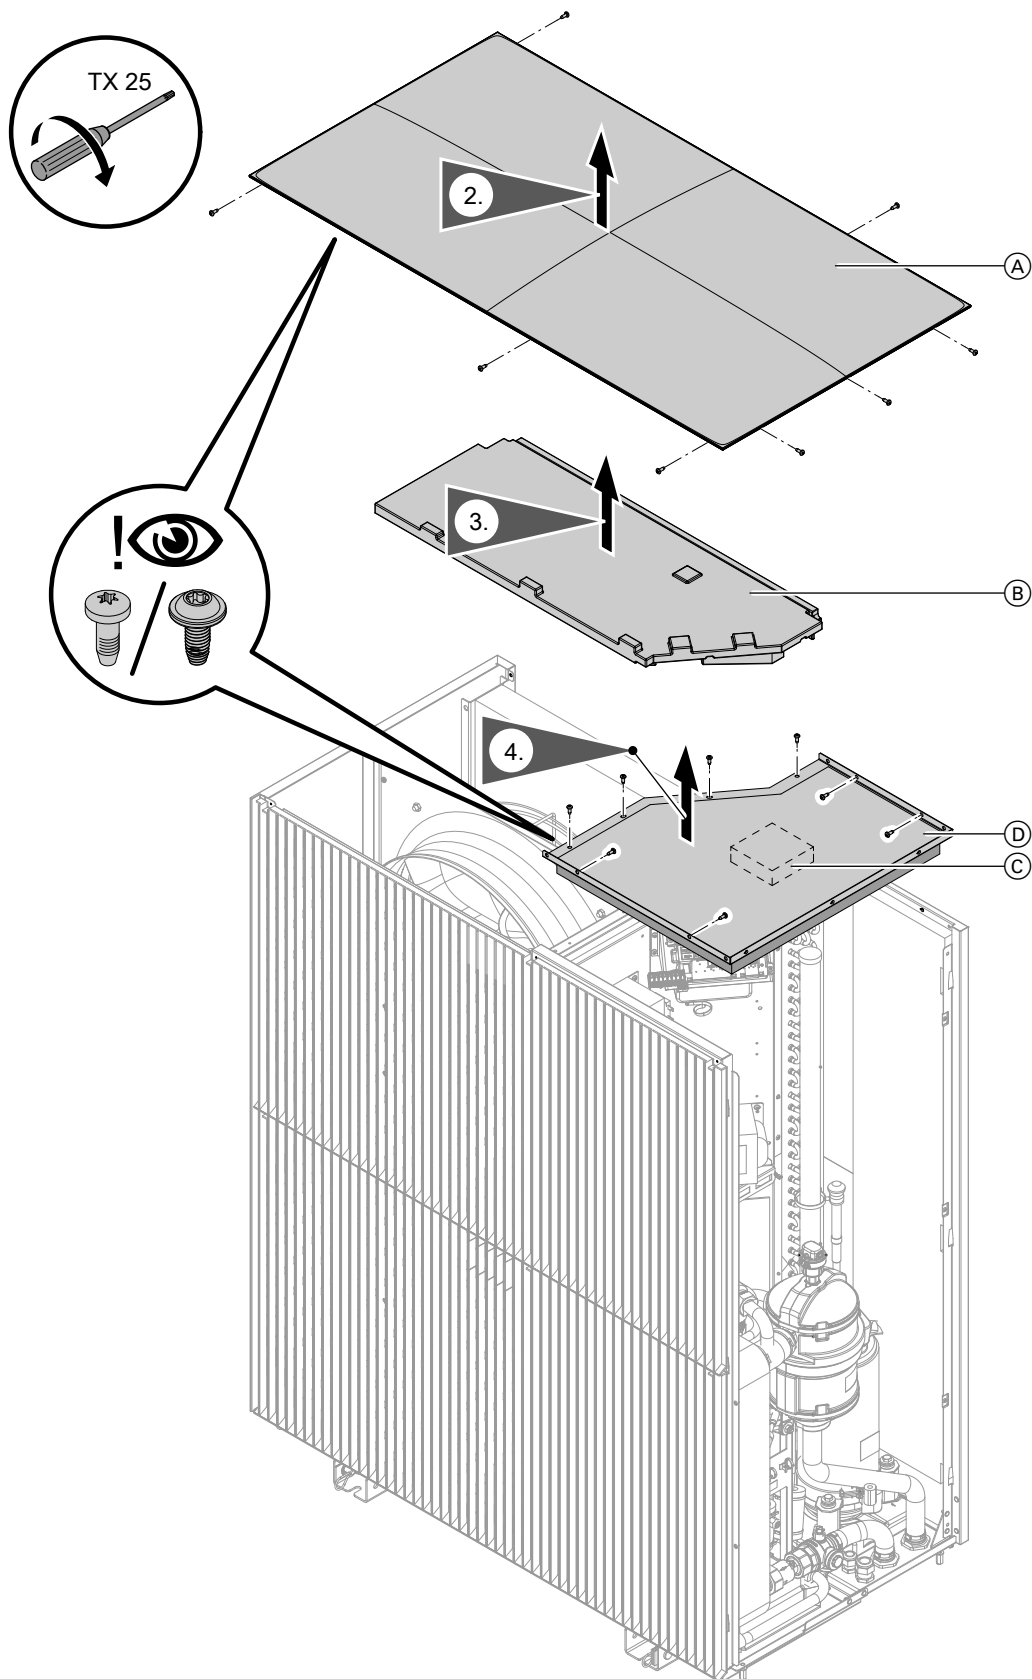

Abb. 107
7. Deckel abbauen: Siehe Abb. 107.
2. Deckel abbauen: Siehe Abb. 107.